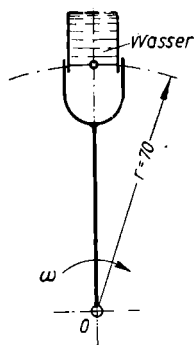

Bild 43
64. Mit wieviel U/min muß ein mit Wasser gefülltes Gefäß um eine waagerechte Achse auf senkrechter Kreisbahn (Bild 43) herumschwungen werden, ohne daß Wasser ausfließt, wenn der tiefste Punkt des Wassers 70 cm von der Drehachse entfernt liegt?